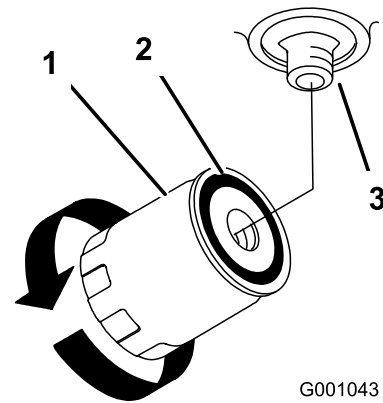

Bild 77
4. Ölen Sie die Gummidichtung am Austauschfilter (Bild 77) leicht mit Hydrauliköl ein.
7. Füllen Sie den Hydraulikbehälter mit Hydraulikflüssigkeit, bis die Flüssigkeit über den Filter läuft. Drehen Sie den Ölfilter dann nach rechts, bis die Gummidichtung den Filteradapter berührt. Ziehen Sie den Filter dann um eine weitere halbe Umdrehung fest (Bild 77).